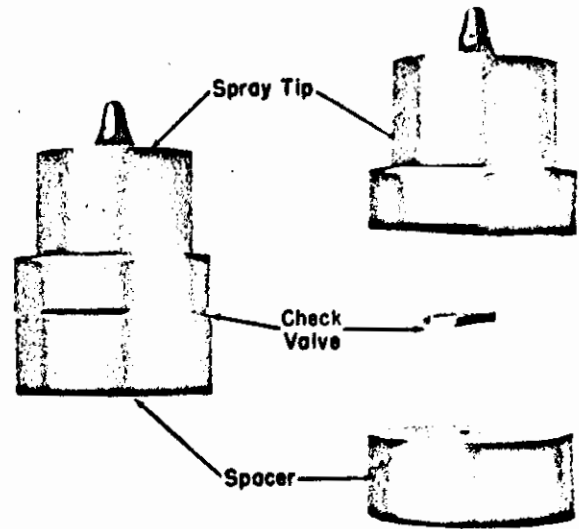

Fig. 21 – Subconjunto compuesto de la válvula plana, la boquilla de rociado y el separador
5. Después de sumergir la boquilla de rociado, la válvula retenedora plana y el separador, ármese formando con estas piezas otro subconjunto, Fig. 21.